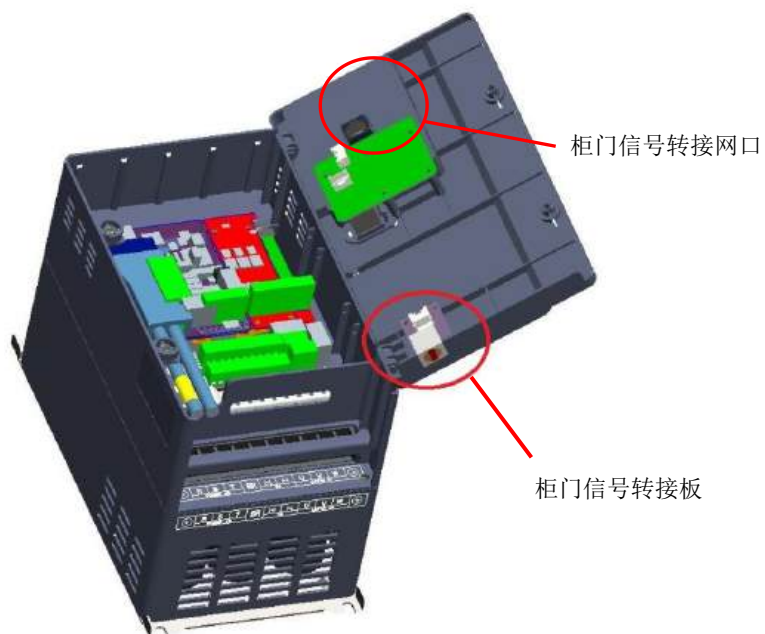

图 3-15 B~C 尺寸机型柜门信号转接板安装位置示意图
- ① B~C 尺寸机型的柜门信号转接板安装在面板背面，如图 3-15；